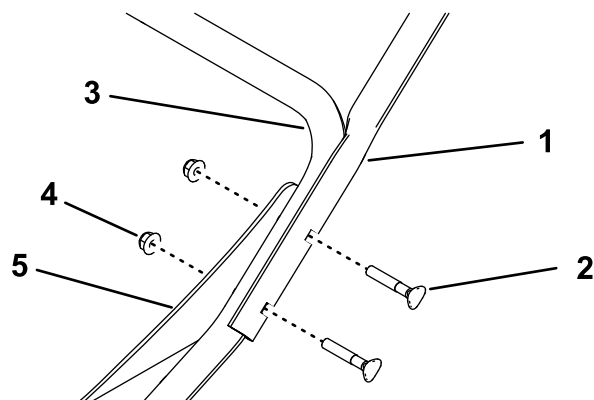

Figura 3
1. Montate i tubi della stegola superiore sulla stegola inferiore e gli ancoraggi utilizzando 2 bulloni della stegola e 2 dadi (5/16") su entrambi i lati della macchina (Figura 3).